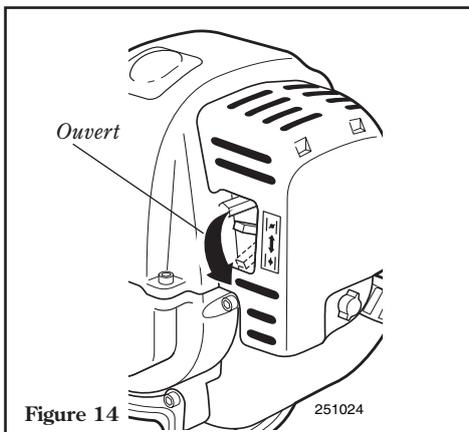

Figure 14
6. Quand le moteur démarre, abaisser lentement le levier de starter dans la position « OUVERT ». Voir Figure 14. (Si le moteur arrête après le premier démarrage, fermer le starter et recommencer.)
3. Ouvrir le starter (Figure 14) et appuyer complètement sur le levier d'accélération de la main gauche, puis tirer rapidement sur la poignée du lanceur de la main droite pour évacuer l'excédent de carburant de la chambre de combustion.